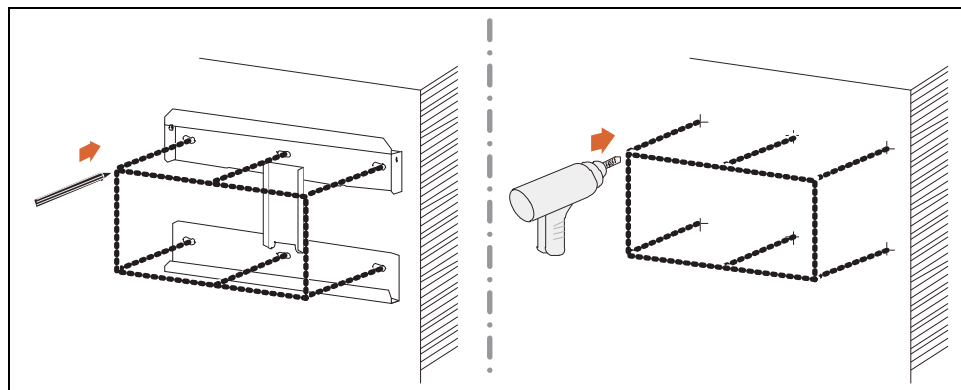

Рис. 2-5 Разметка и сверление
3. Распакуйте кронштейн и используйте его для разметки отверстий на стене. См. рис.2-5 на стр. 2-9.